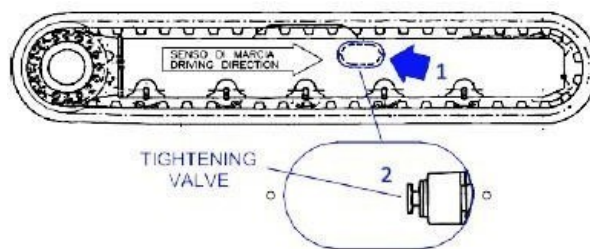

Fig.23 Schiță a presiunii șenilei stânga, scoateți supapa
- Îndepărtați dispozitivul de închidere (1) de pe lonjeronul din spate, arătat în fig.23
- Slăbiți supapa de strângere (2) în interiorul spațiului, așa cum se arată în fig. 23. În continuare, când este sigur că nu există grăsime